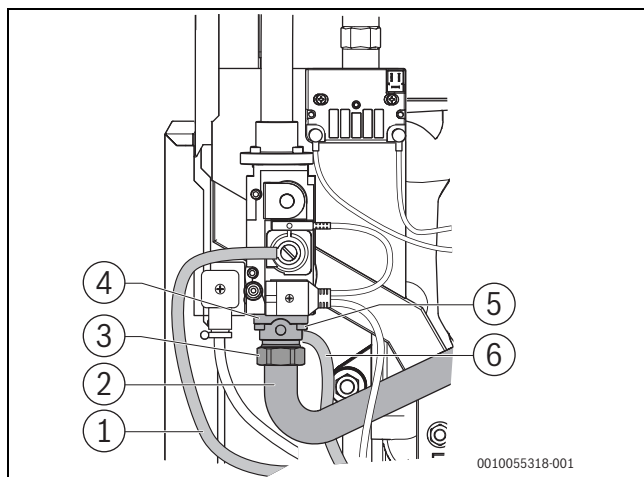

Bild 25 Gasblende ausbauen (Kesselgröße 75; 100 kW)
- ▶ Überwurfmutter am Gasrohr lösen (→ Bild 25 und 26, [3]).
- ▶ Vier Innensechskantschrauben (→ Bild 25 und 26, [5]) am Anschlussflansch [4] entfernen und Flansch von der Armatur abnehmen. Dabei darauf achten, dass das Gasrohr [2] nicht beschädigt und/oder abgelenkt wird.
Legende zu Bild 25 und 26:
- Messleitungen für Kompensation [1] und Gas-Ausgangsdruck [5] auf korrekten Sitz prüfen (→Bild 25 und 26 sowie Bild 17.4.3, Seite 67).